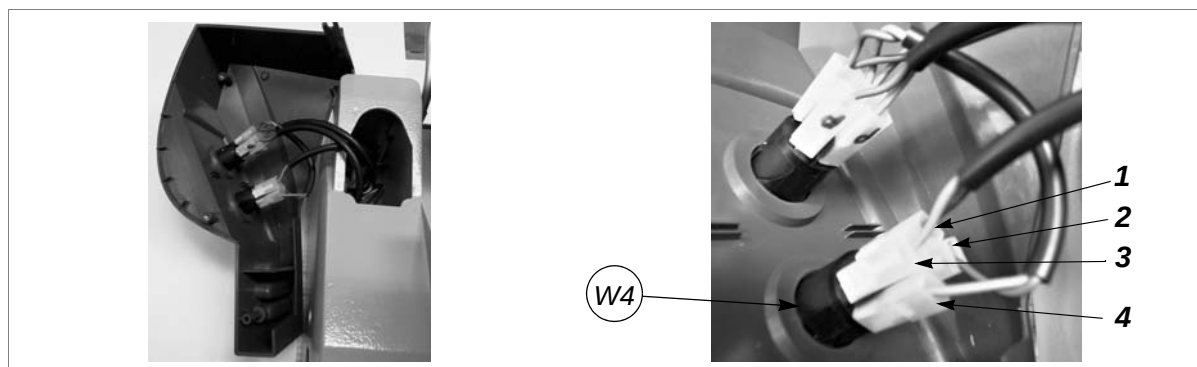

Fig. 38
- 9) Levante o cárter esquerdo para poder ter acesso aos interruptores (fig.38, pág.26).
- 10) Preste atenção para a posição dos conectores (1, 2, 3, 4) e retire-os (fig. 38).